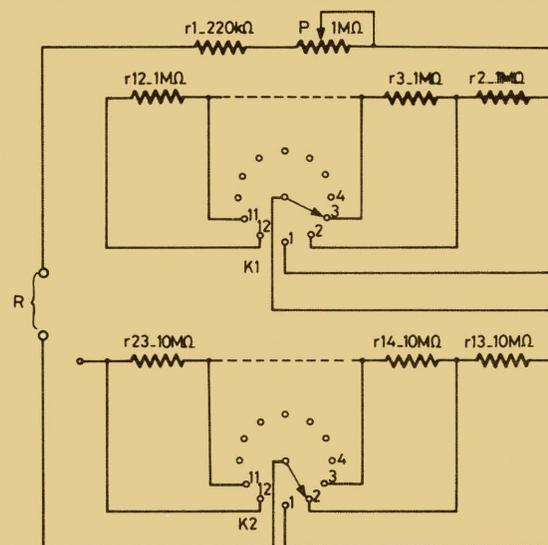

Figure 4
Le problème a été résolu grâce à l'adoption du montage représenté dans la **figure 4**. On s'arrange, par un réglage convenable de AJ, pour qu'à 6 secondes de temporisation, corresponde une résistance de 1 MΩ. R est alors constitué de la mise en série :
- d'une chaîne de 11 résistances de 1 MΩ, notées r_2 à r_{12} sur la figure 4;
- d'une chaîne de 11 résistances de 10 MΩ, notées r_{13} à r_{23} sur la figure 4.